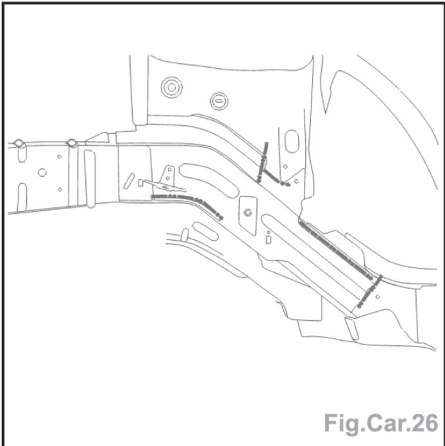

Fig.Car.26
- Découper par fraisage des points et par meulage des cordons (Fig.Car.26).